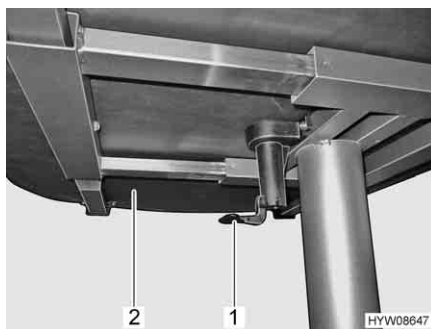

Fig. 52 Leva per spostare il piano del tavolo
- Tirare o spingere la leva (Fig. 52,1) verso il basso.
- Spingere il piano del tavolo (Fig. 52,2) nella posizione desiderata.